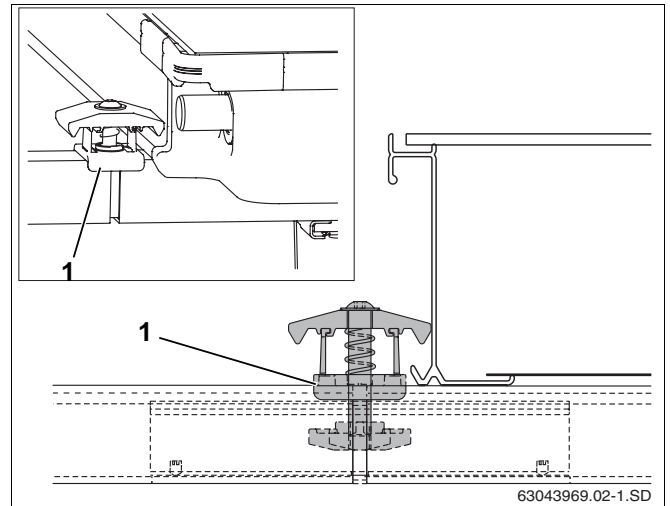

Bild 47 Montera dubbelsidig panelklämma
- ▶ Lägga den dubbelsidiga panelklämman med muttern framåt i profilskenans och insticksanslutningens öppning så att plastdistansfliken (bild 47, **pos. 1**) omsluter profilskenan.